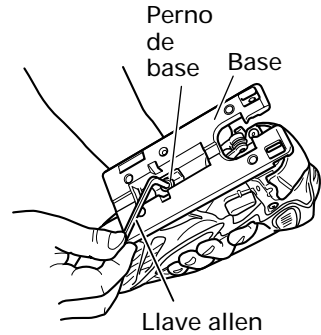
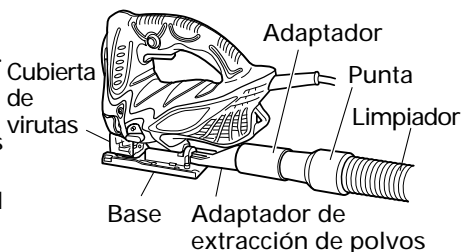

Fig. 10
Fig. 18
- (1) Afloje el perno de base con la llave allen provista en la base. (Fig. 10)
NOTA: Para cortar con precisión utilizando la guía (Fig. 10), ajuste siempre la posición orbital a "0".
- (1) Afloje el perno de base con la llave allen provista en la base y mueva la base completamente hacia adelante. (Fig. 10, 11)
- (3) Apriete de nuevo el perno M5. (Fig. 10)
- (4) Ajuste la posición orbital a "0".
- (1) Retire la llave allen de la base.
- (2) Mueva la base completamente hacia adelante. (Figs. 10, 11)
- (3) Fije la cubierta de virutas.
- (4) Conecte el adaptador de extracción de polvos con el adaptador. (Fig. 18)
- (5) Conecte el adaptador con la punta del limpiador. (Fig. 18)